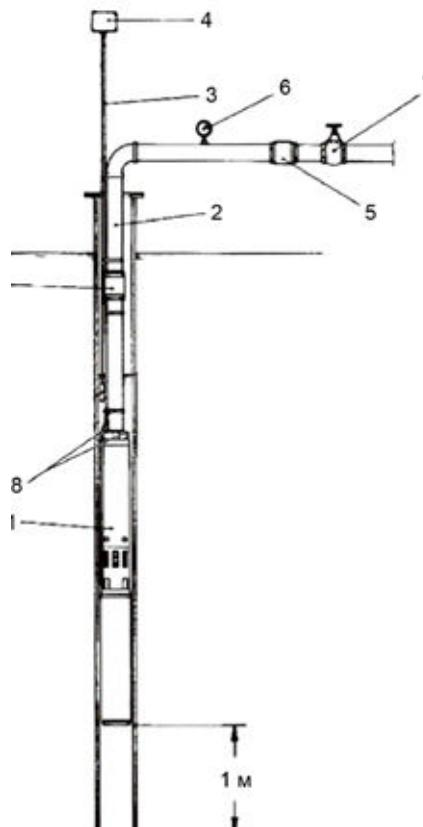

рис. 2
4.2 Рекомендуемая схема установки насоса представлена на рис.2
4.3 Привяжите 2 троса к проушинам (рис.2 поз.8) на корпусе насоса. Кабель питания (рис.2 поз.3) рекомендуется зафиксировать к одному из тросов, на котором закреплён насос (рекомендуемый интервал 2 – 3 м).
4.9 Для предотвращения выкачивания воды из скважины (колодца), сравните их наполняемость с объёмной подачей насоса. Для этого частично перекрывайте вентиль (рис.2 поз.7) на выходе шланга из скважины (колодца).